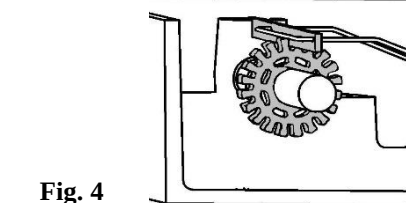

Fig. 4
2. Sluit de strip (zie fig. 4). De wandelmoeren zijn gekoppeld.
Close guide lever (see fig. 4). The cam wheels are connected to the guide lever.
Schließe die Führungs-Leiste. (siehe Bild 4) Die Schalträder sind eingekuppelt.
Fermer la plaque. (fig. 4). Les roues sont enclenchées. Tourner moteur vers l'autre position. Ouvrir la plaque et tourner la roue jusqu'à l'interrupteur soit enclenché.